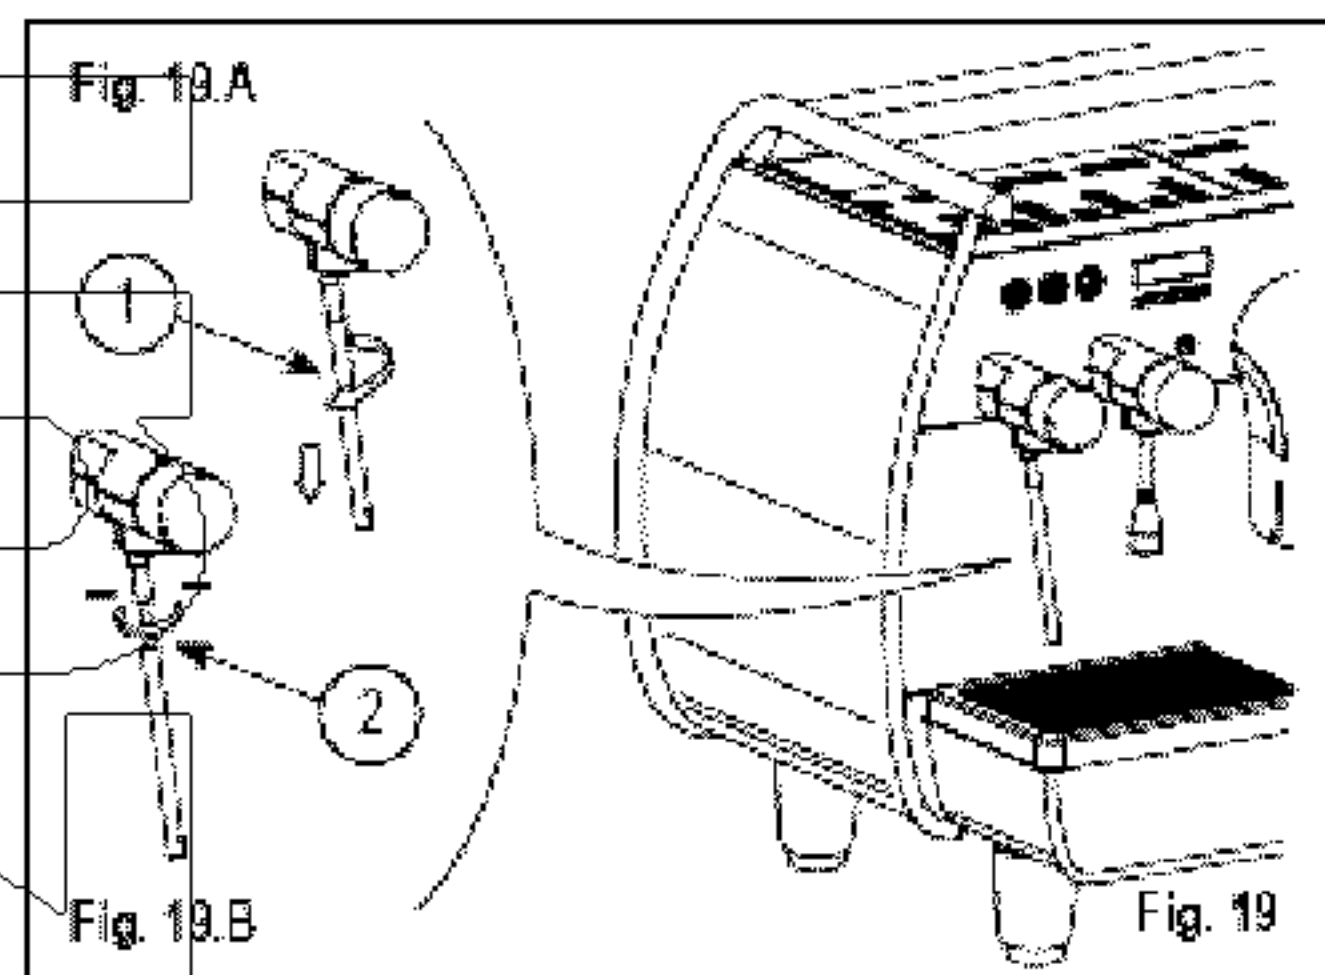

Рис. 19
Чтобы увеличить/уменьшить количество воздуха, подаваемого в молоко при помощи парового крана TurboCream (и, следовательно, увеличить/уменьшить густоту молочной пенки), действовать, как показано на рис. 19:
- 1) Открутите наконечник из нержавеющей стали (1), как показано на рис. 19 А.
- 2) Чтобы увеличить/уменьшить количество воздуха, регулируйте тефлоновый наконечник (2), как показано на рис. 19 В.